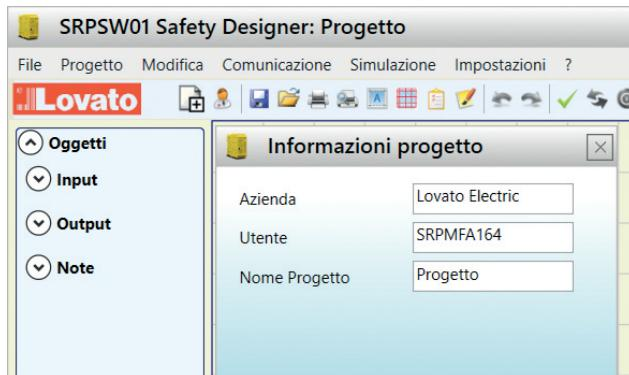

Figura 16
- Selezionando l'icona della barra degli strumenti standard ha inizio un nuovo progetto. Compare la richiesta identificazione utente (Figura 16).